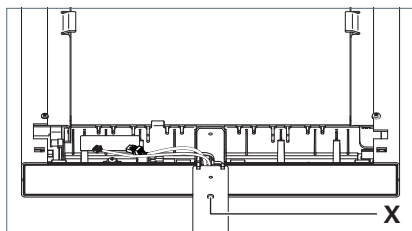

Fig. 11: Régler l'inclinaison.
- Soulevez la tête du luminaire pour l'aligner verticalement et vissez fermement à la main au tube porteur la vis de réglage **X** dans le sens contraire des aiguilles d'une montre, voir Fig. 11.